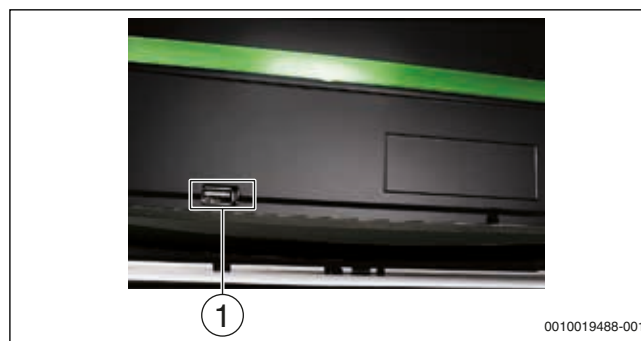

Fig. 78 Interfaz USB: uso con memoria USB
- Conectar una memoria USB comercial directamente a la interfaz USB en el aparato de regulación (→ fig. 78)